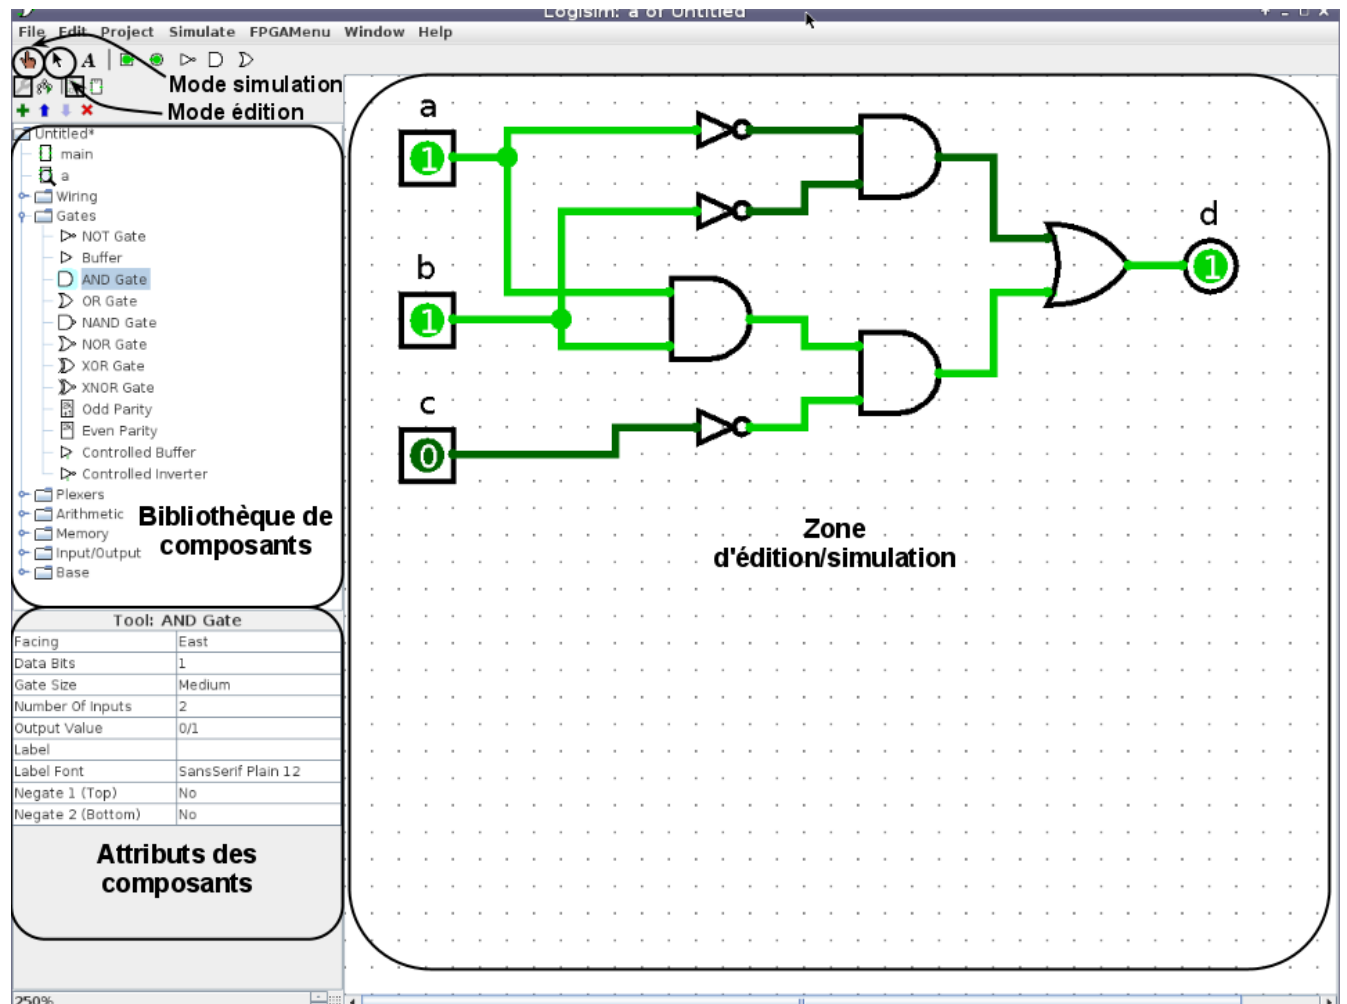

FIG. 1: Interface de Logisim
Vous pouvez voir l'interface de Logisim sur la Figure 1.
1. Pour utiliser le mode édition, il faut simplement sélectionner la flèche comme indiqué en haut de la figure 1.
1. Pour utiliser le mode simulation, il faut sélectionner la main en haut à gauche de Logisim (cf Figure 1)